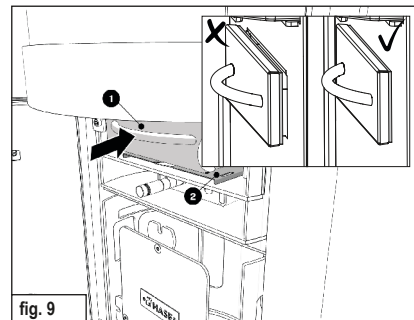

fig. 9
- ▶ Riposizionare il coperchio (2) (fig. 9).
- ✓ Spingere il cassetto di raccolta della cenere (1) di nuovo nell'apertura in modo tale che esso collida con la guarnizione (fig. 9).